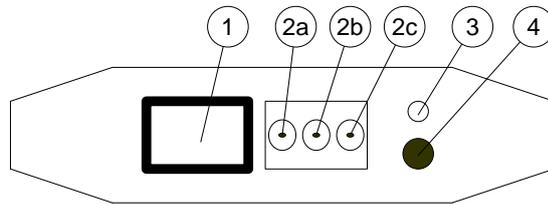
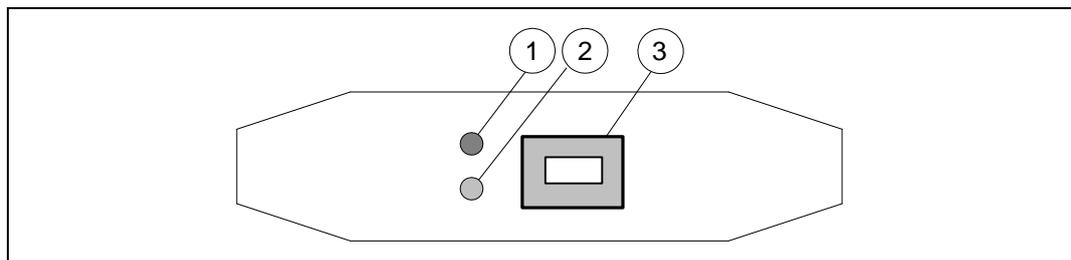

Bild 1-2 Stecker und LEDs auf der Netzwerk Seite
Bild 1-3 Stecker und LEDs auf der USB Seite
Verbinden Sie das mitgelieferte USB Kabel mit einem USB Anschluss des PC und dem USB Anschluss des Easylon USB Interface⁺ (s. Bild 1.3, (3)). Die Anschlüsse sind auf der Geräteunterseite gekennzeichnet (vgl. Bild 1.2).
Anschließend an die in folgenden beschriebene Treiberinstallation verbinden Sie das Easylon USB Interface mit dem LonWorks Netzwerk. Dafür kann entweder der RJ45 Stecker oder der Steck-Schraubanschluss des Easylon USB Interface verwendet werden (vgl. Bild 1.2, (1), (2)).